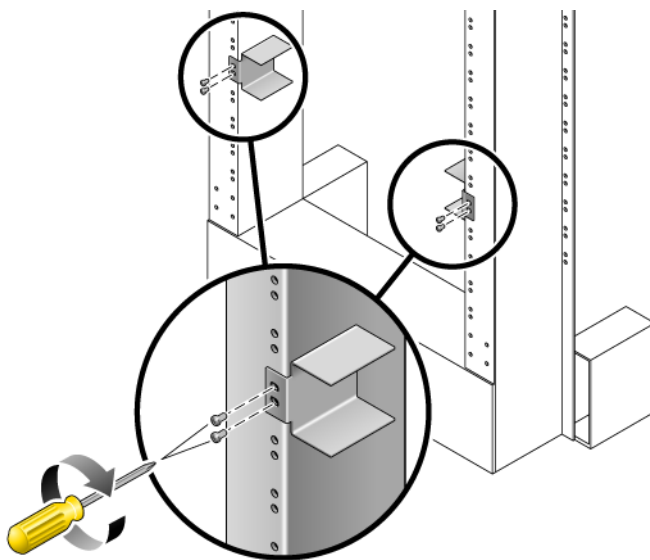

FIGURE 4-3 Installation des guides de rail dans le rack
4. Levez les guides de rail à la hauteur désirée dans le rack et, à l'aide de deux vis pour chacun, fixez-les au rack (**FIGURE 4-3**).